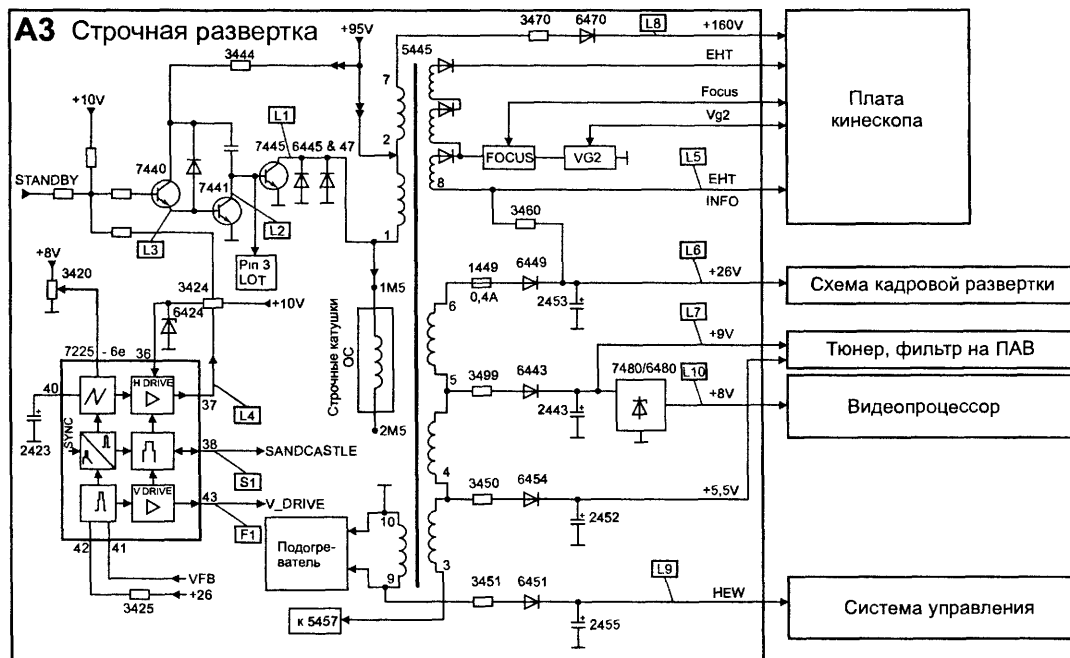

Рис. 3.10. Блок-схема. Строчная развертка
**Узел 4** (рис. 3.10—3.11). Как было отмечено ранее, в микросхеме 7225 происходит выделение сигналов кадровой и строчной частот. С выв. 57 снимается сигнал синхронизации строчной частоты и подается на усилитель на транзисторах